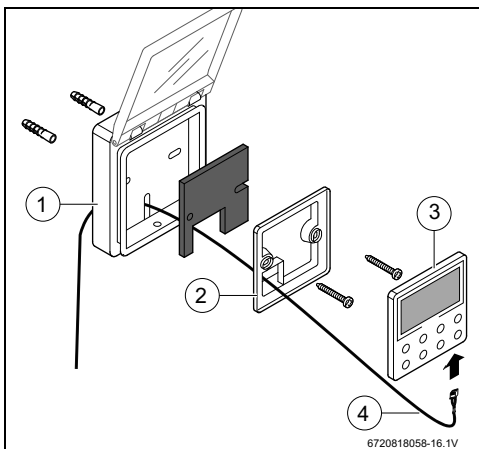

Fig. 43 Schéma de montage pour le boîtier de protection du module de commande
- Tenir compte du schéma de montage indiqué dans la figure 43.